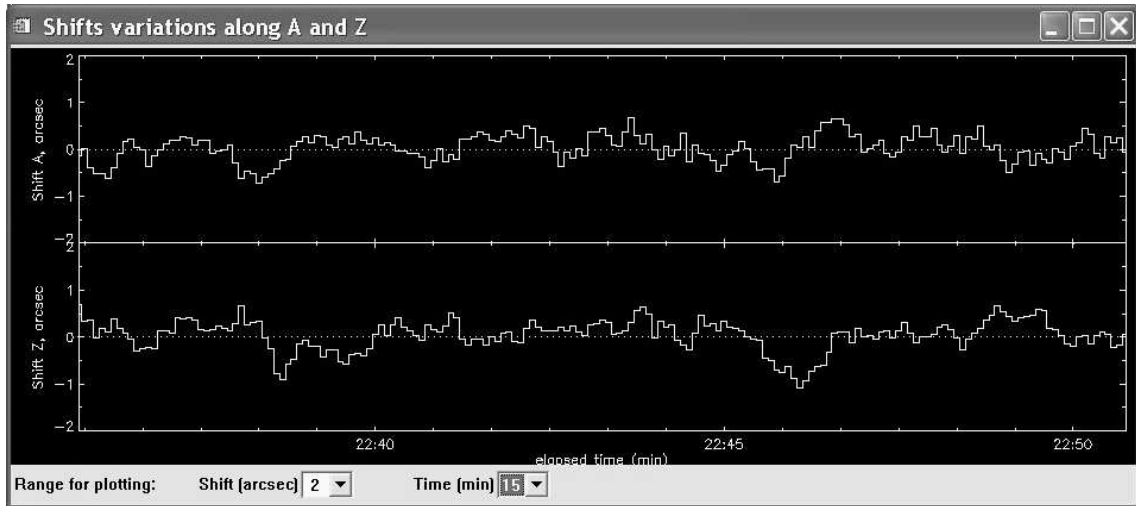

Рис. 19: График изменения координат центроида. Справа на рисунке показано изменение координат в течение последнего интервала гидирования
**PLOT** – запуск программы визуализации графика изменения координат центроида по азимуту и зенитному расстоянию для оценки качества гидирования. Внизу меню этой программы находятся кнопки выбора масштаба вывода. (рис. 19)